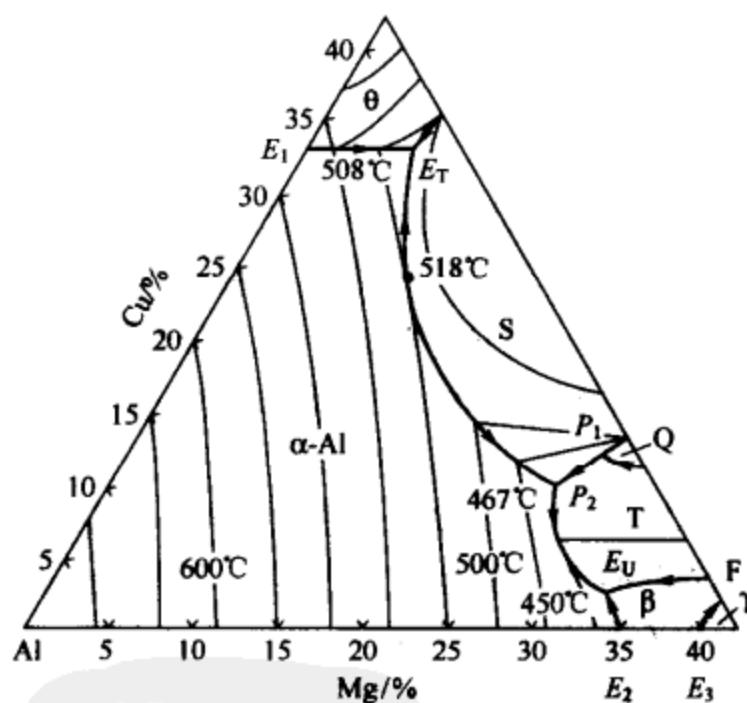

图 1
- 六、Al-Cu-Mg 三元系液相面投影图的富 Al 部分如图 1 所示，写出该三元系中的所有四相平衡转变反应式。(4分)**